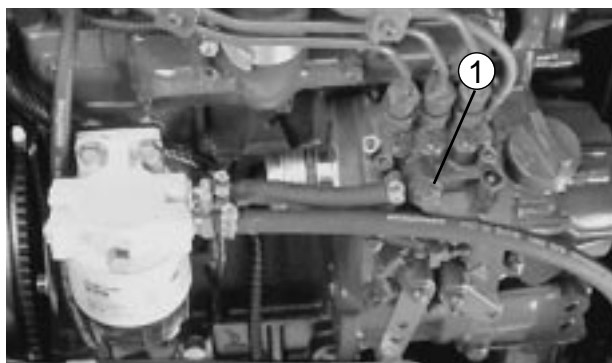

図 40
## 燃料システムのエア抜き（図40）
3. 燃料噴射ポンプについているエア抜きネジをゆるめる（図40）